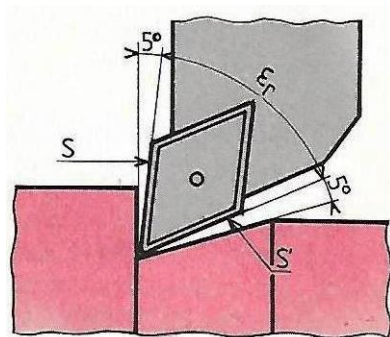

Figure 4. Caractéristiques de l'outil et du copieur
- l'arête principale S et l'arête secondaire S' ne doivent pas talonner pendant l'usinage (figure 4) ;